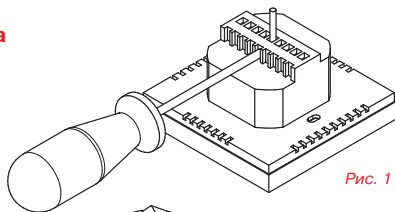

Рис. 1
8.2.1. Закрепите провода в зажимах клеммной колодки прибора в соответствии с электрической схемой подключений **рис. 1** (п.п. 8.2.5).